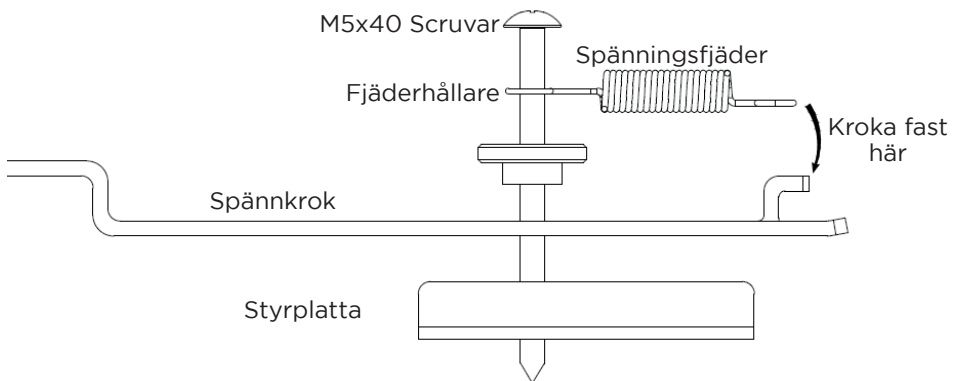

Fig. 1
3. Nedre monteringsfäste | Montera fästet med komponenterna enligt fig. 1.